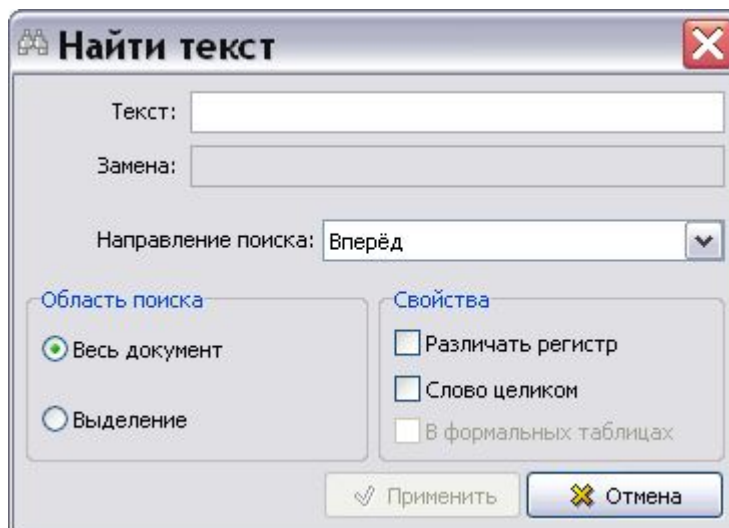

Рис. 3.17
2. В выпадающем меню выберите команду **Найти**. При этом появится диалоговое окно **Найти текст** (Рис. 3.17).